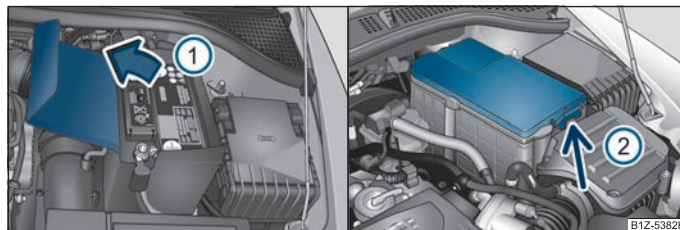

Fig. 126 Vano motor: Cubierta de poliéster de la batería del vehículo/cubierta de plástico de la batería del vehículo
La batería se encuentra en el vano motor debajo de una cubierta de poliéster ⇒ fig. 126 - lado izquierdo, o debajo de una cubierta de plástico* ⇒ fig. 126 - lado derecho.
- Abra la cubierta de la batería en la dirección de la flecha ① ⇒ fig. 126 o presione el enclavamiento elástico ② en el lado de la cubierta de la batería, levante la cubierta y retírela. ►
El borde de la cubierta de la batería → página 140, fig. 126 - lado izquierdo, se introduce entre la batería y la pared lateral de la cubierta al realizar trabajos en la batería.